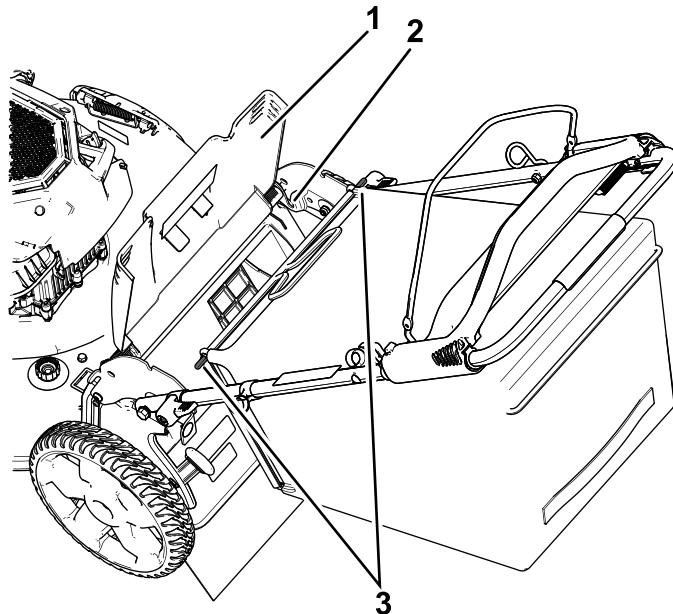

Figura 17
1. Erga e segure a porta traseira (Figura 17).
2. Coloque o saco da relva. Garanta que os pinos no saco encaixam nos entalhes no manípulo (Figura 17).